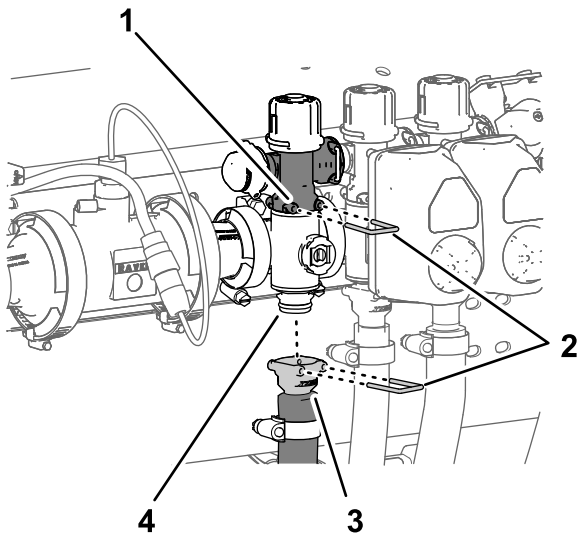

図 125
1. ブームバイパスバルブ用のクイックコネクタカップラをブームマニホルドバルブに固定しているクイックコネクトピンを外す 図 125。
2. ブーム給液ホース用のクイックコネクtcupラをブームマニホルドバルブのクイックコネクtfitting用のマニホルドに固定しているクイックコネクtpinを外す 図 125。